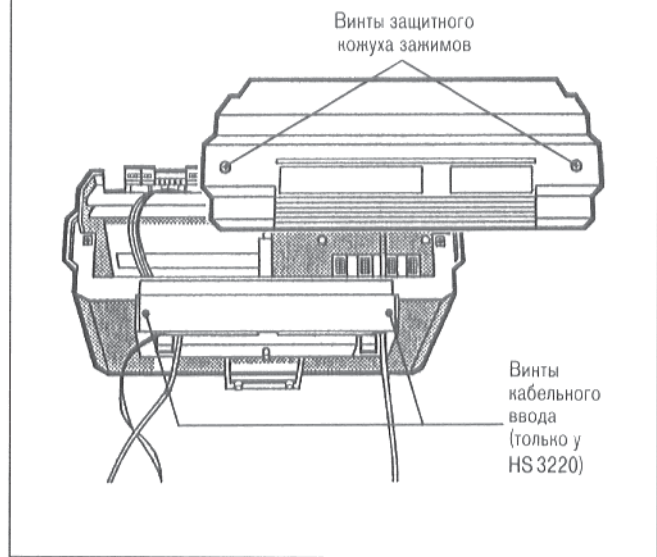

Рис. 22
- Вывинтить два винта из покрытия защитного кожуха зажимов (рис. 22). Снять защитный кожух.
Вывинтить два винта из покрытия кабельного ввода (рис. 22). Снять покрытие кабельного ввода.